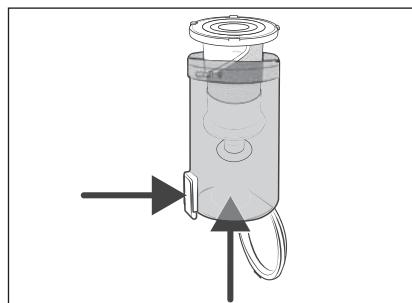

Abb. 23
- Entnehmen Sie den Edelstahlfilter 6 aus dem Schmutzbehälter 7, indem Sie die Schmutzbehälterdeckel-Entriegelungstaste 8 drücken. Schieben Sie dann den Edelstahlfilter 6 von unten aus dem Schmutzbehälter 7 heraus (siehe Abb. 23).